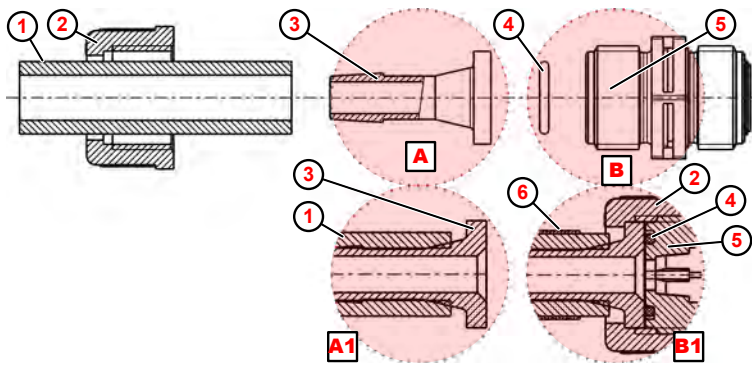

Fig. 6 : Raccord de conduit et flexible avec embout et collier de serrage
1. Couper droit le flexible ( Fig. 6 , ① ).
2. Enfiler le collier de serrage ⑥ sur le flexible ① .
3. Enfiler l'écrou-raccord ② sur le flexible ① .
4. Pousser le flexible ① jusqu'à la collerette de butée sur l'embout ③ (détail A1).
5. Placer le joint torique ④ dans la rainure de la soupape d'aspiration ou de refoulement ⑤ .
6. Serrer l'écrou-raccord ② à fond.
7. Pousser le collier de serrage ⑥ vers le bas et le serrer à fond (détail B1).